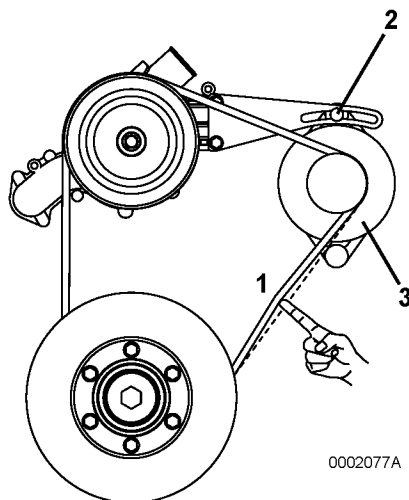

Figure 6
1. Vérifiez la tension de la courroie trapézoïdale en appuyant au milieu de la courroie **(Figure 6, (1))** avec votre doigt.
2. Si l'écrasement de la courroie excède les limites, réglez la tension de la courroie trapézoïdale. Desserrez le boulon de réglage (**Figure 6, (2)**) et déplacez l'alternateur (**Figure 6, (3)**) pour régler la tension de la courroie trapézoïdale.
3. Si la courroie trapézoïdale est endommagée ou usée, remplacez-la. Desserrez le boulon de réglage (**Figure 6, (2)**) et déplacez l'alternateur (**Figure 6, (3)**). Retirez la courroie des poulies.
4. Installez la nouvelle courroie conformément au chemin (**Figure 6**) et réglez la tension tel que détaillé dans l'étape 2.